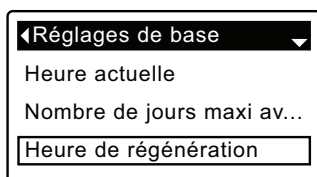

FIG. 40
3. Appuyez sur le SÉLECTEUR (O) pour afficher le menu des réglages de base (cf. Figure 40).
7. Appuyez sur le SÉLECTEUR (O) : l'afficheur revient au menu des réglages de base (Figure 40).